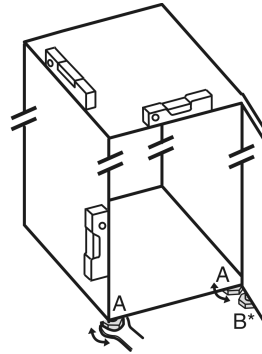

Fig. 28
- ▶ Zhvendosni këmbëzat me rregullim Fig. 28 (A) me çelës fiso dhe me ndihmën e një niveli me ujë, derisa pajisja të jetë niveluar mirë.
- ▶ Zhvendosni këmbëzat me rregullim Fig. 28 (B) në bazamentin mbështetës me çelësat fiso të përfshirë në paketim, derisa të jetë mbështetur mbi dyshteme.
- ▶ Rrotullojeni këmbën me rregullim Fig. 28 (B) sërish maksimumi 90°, për të parandaluar dëmtimin e derës.